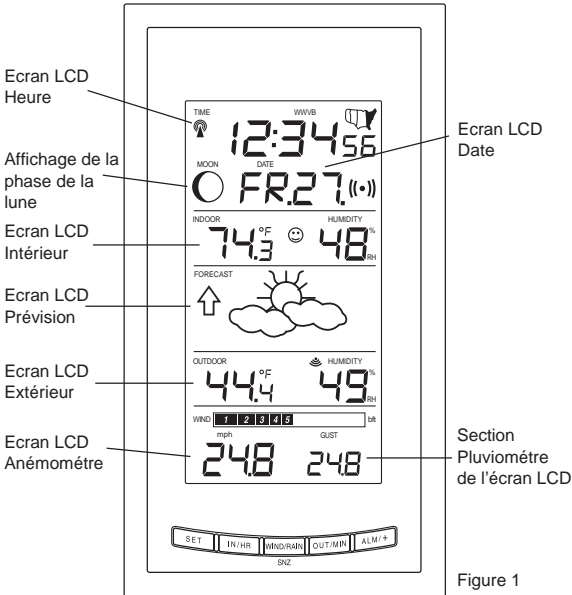

Figure 1
1. La station météo WS-9046U (Fig. 1).